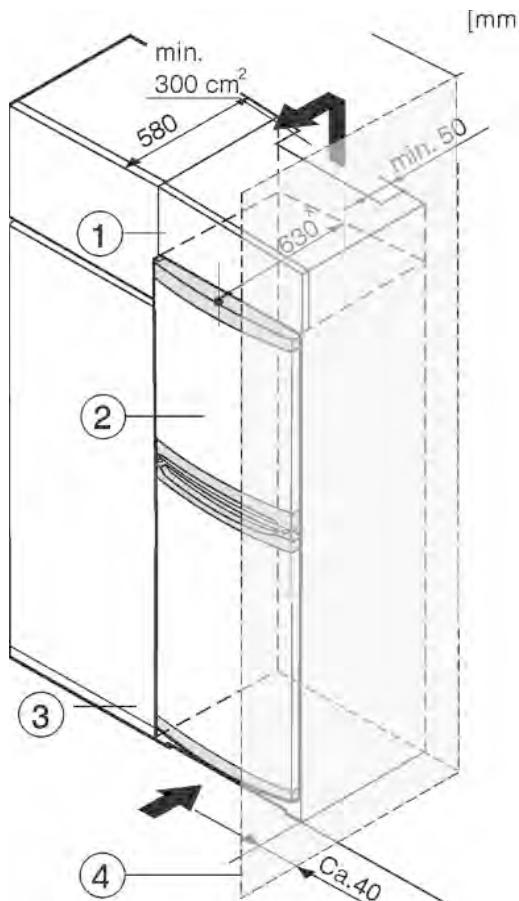

Fig. 7
Пристрій можна комбінувати з кухонними шафами. Для того, щоб пристрій Fig. 7 (2) вирівняти по висоті кухонної секції, на пристрій можна встановити антресольну секцію Fig. 7 (1).
У разі комбінування з кухонними шафами (максимальна глибина 580 мм) пристрій можна встановлювати безпосередньо поряд із кухонною шафою Fig. 7 (3). Пристрій виступає збоку на 34 мм × посередині на 50 мм × відносно передньої панелі кухонної шафи.
Якщо пристрій встановлюється поряд зі стінкою Fig. 7 (4), відстань між пристроєм та стінкою повинна бути не менше 40 мм. Це відповідає необхідній відстані для ручки після відкривання дверцят.